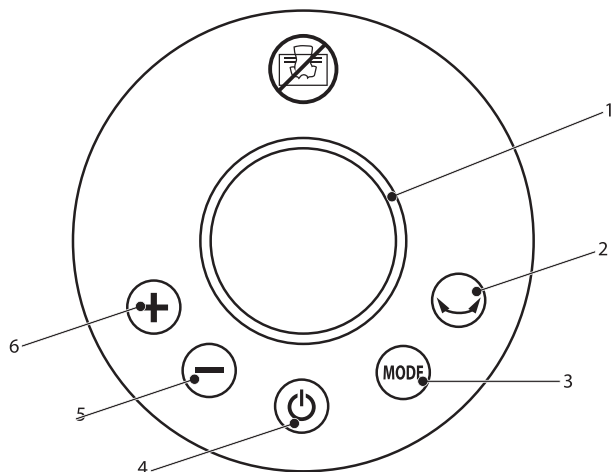

Рис. 2
3. Нажмите кнопку включения 4 на панели управления (рис. 2).
4. Выберите режим работы тепловентилятора, нажав на кнопку **MODE** на панели управления (рис. 2).
6. При необходимости равномерного прогрева помещения нажмите кнопку режима осцилляции (вращения) 2 (рис. 2).
7. Для установки таймера выключения зажмите кнопку MODE на 5 секунд, с помощью кнопок 5 и 6 выберите количество часов, через которое будет выключен обогрев. Настройка завершится после 3 мерцающий дисплея (рис. 2).
2. Нажмите кнопку выключения 4 на панели управления (рис. 2). Вентилятор продолжит обдув на протяжении 30 сек. для охлаждения нагревательного элемента, после чего устройство выключится.